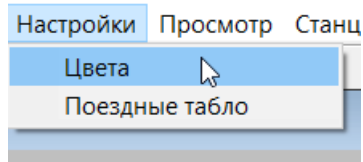

Рис.323
9.1.2 Пункт меню «Настройки/Цвета» клиента ГИД предназначен для управления настройками цветовой схемы элементов табло. (см. рис. 323).